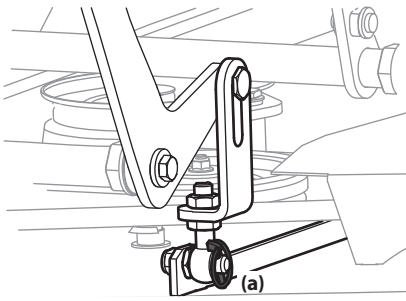

Figure 4-14
- Retirez les quatre goupilles clips (a) qui retiennent le plateau de coupe à l'ensemble de relevage du plateau de coupe. Voir Figure 4-14.